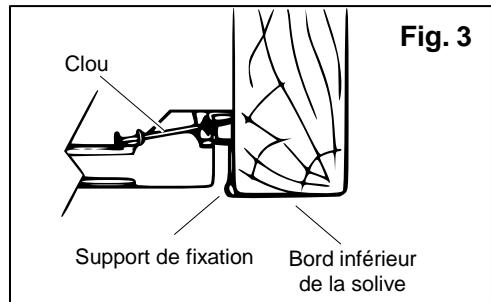
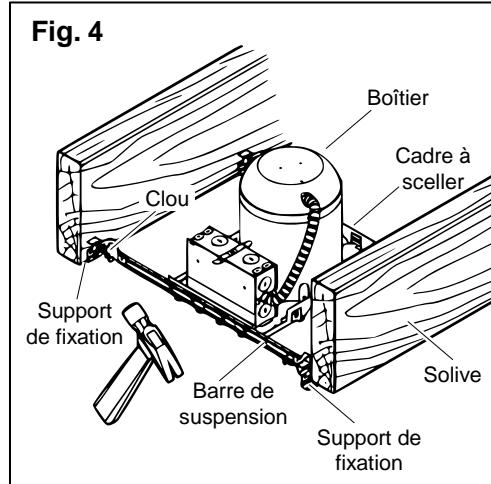

Fig. 3
Fig. 4
- Soulevez la niche avec barres de suspension vers l'emplacement désiré entre les deux solives de plafond. Ajustez la largeur des deux barres de suspension en fonction de la distance qui sépare les deux solives. Placez le luminaire de manière que les supports des barres de suspension reposent contre le bord inférieur des solives. Enfoncez les clous des barres de suspension dans les solives à l'aide d'un marteau pour fixer le luminaire en place. (**FIG. 3 et FIG. 4**)